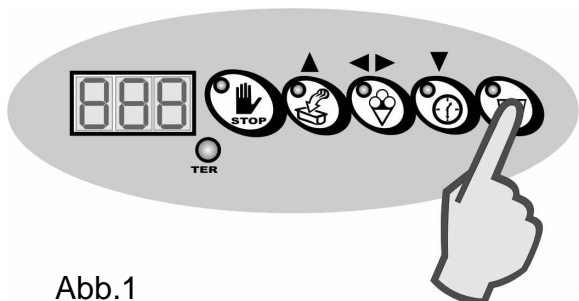

Abb.1
- Bei laufendem Zyklus drückt man 1 Mal die Taste GRANITA. (Abb. 1)